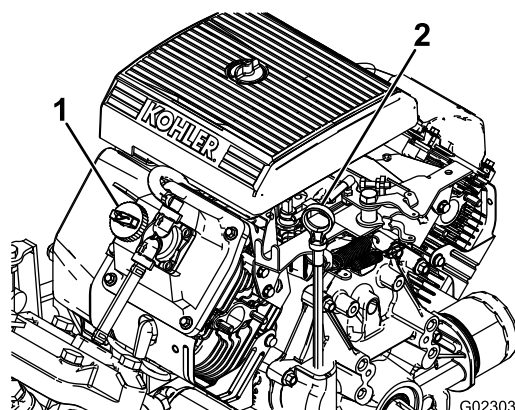

Figura 10
2. Retire la varilla y límpiela con un trapo limpio (Figura 10).
4. Si el nivel de aceite es bajo, retire el tapón de llenado de la cubierta de la válvula (Figura 10) y añada aceite por el orificio hasta que el nivel llegue a la marca LLENO de la varilla; el tipo y la viscosidad correctos figuran en la sección Mantenimiento del aceite de motor \(página 50\).